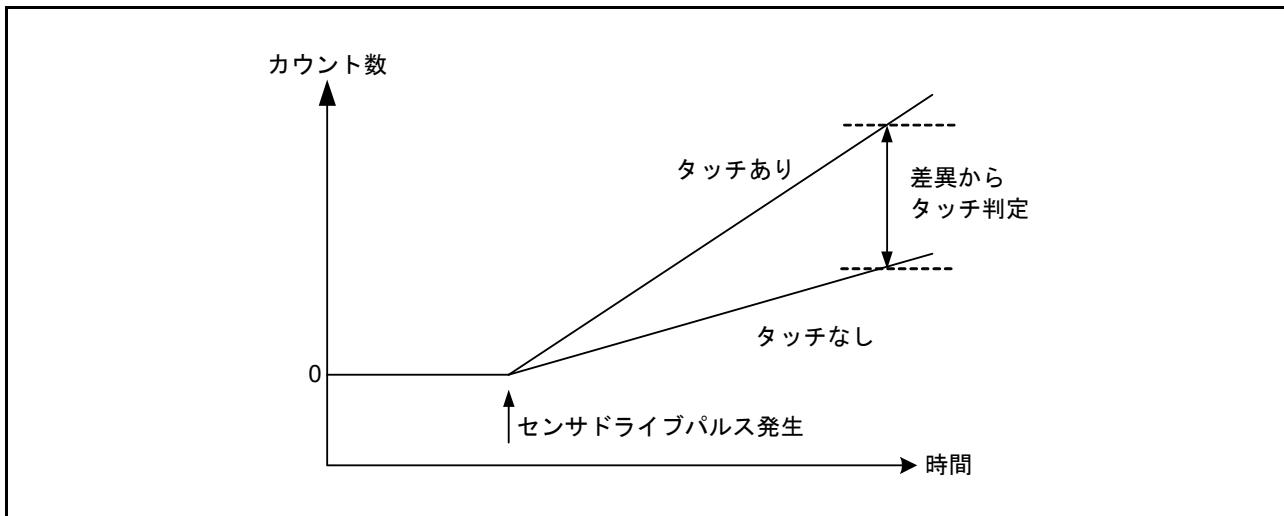

図 41.7 接触／非接触による計測値の変化
3. 手順 1. および 2. に示す電極の充放電を繰り返すことで、スイッチドキャパシタフィルタに電流が流れます。この時点で指が接近していれば、容量および流れる電流が変化します。TSCAP 電源を生成する回路からスイッチドキャパシタフィルタに流れる電流に比例した制御電流を ICO に供給することで、クロックを生成します。カウンタは、指が接近しているかどうかにより変化するクロック周波数を計測します。ソフトウェアは、カウンタから読み出した値に基づき指の接触を判断します(図 41.7)。